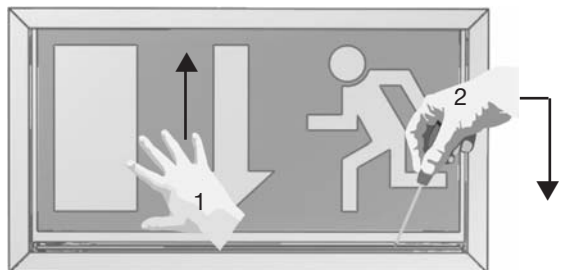

Abb. 3
- Piktogrammscheibe mit Hilfe eines breiten Schraubendrehers entfernen (s. hierzu Abb. 3, S. 4).